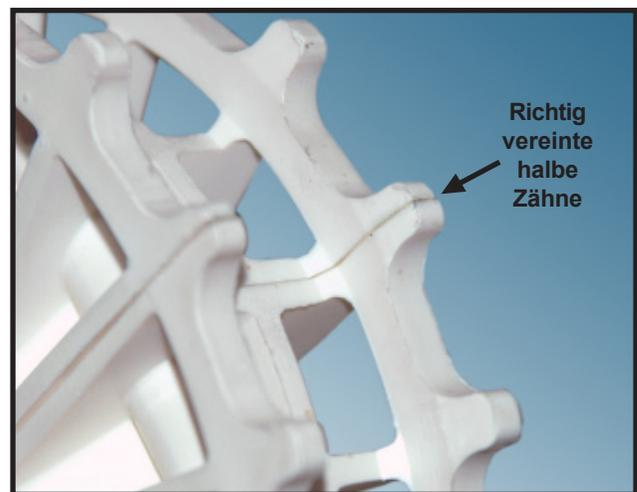

Abbildung 33A
Die mit dem MultiSpan® Förderband angewendeten Ritzel bestehen aus je zwei Ritzelhälften, die auf den Antriebs- und Laufrollenschäften vereinigt und montiert werden. Da der Ritzel über eine ungerade Anzahl an Zähnen (21) verfügt, sind die beiden Ritzelhälften nicht symmetrisch. Die Ritzelhälften müssen orientiert werden, um die halben Zähne angemessen zu vereinen (*Abbildung 33A*) damit diese richtig zusammenpassen.
Stellen Sie sicher, dass der halbe Zahn auf der oberen Ritzelhälfte mit dem halben Zahn auf der unteren Ritzelhälfte übereinstimmen (*Abbildung 33A*).